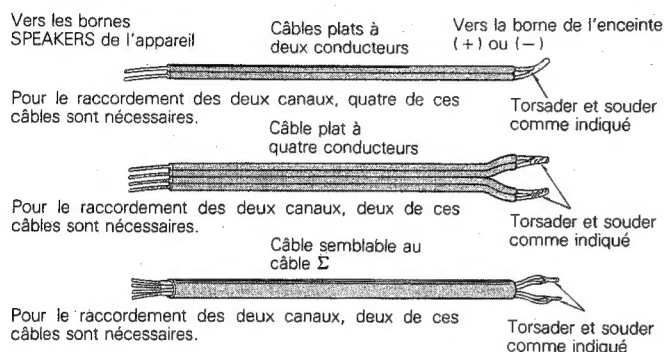

Fig. 2 Câbles pouvant remplacer les câbles Σ
2. Si les câbles fournis avec l'appareil sont trop courts pour votre chaîne, vous pouvez les remplacer par des câbles vendus dans le commerce, comme indiqué Fig. 2. Bien tenir compte des polarités. Maintenir les câbles d'enceintes les plus courts possibles.